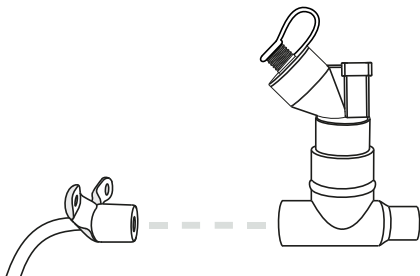

Figura 4. Conexión con una cánula de traqueostomía
Aerogen Solo es adecuado para el uso con pacientes traqueostomizados que respiran espontáneamente (figura 4). Cuando utilice una cánula de traqueostomía, conecte a ella el Aerogen Solo mediante un adaptador en T.
1. Inserte el nebulizador Aerogen Solo firmemente en el Aerogen Ultra con la orientación que se indica en la figura 4.